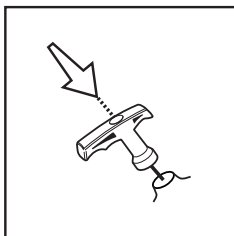

Рис. 20
7. Отпустите ручку стартера и она вернется в исходное положение на рукоятке (Рис. 20).